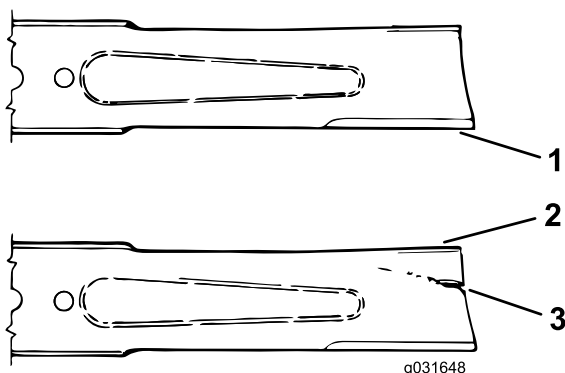

Figura 74
3. Examine cuidadosamente as extremidades da lâmina, prestando especial atenção à zona onde se encontram as partes curvas e planas da lâmina (Figura 74).